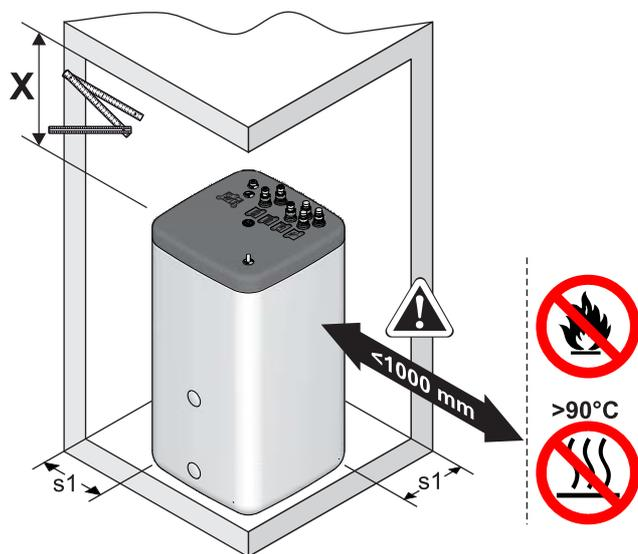

Fig. 4-2 Installazione del serbatoio dell'acqua calda (illustrato dall'HybridCube)
- Installare il serbatoio di acqua calda sul luogo di installazione. **Distanza consigliata** rispetto alla parete (s1): ≥200 mm (fig. 4-2).